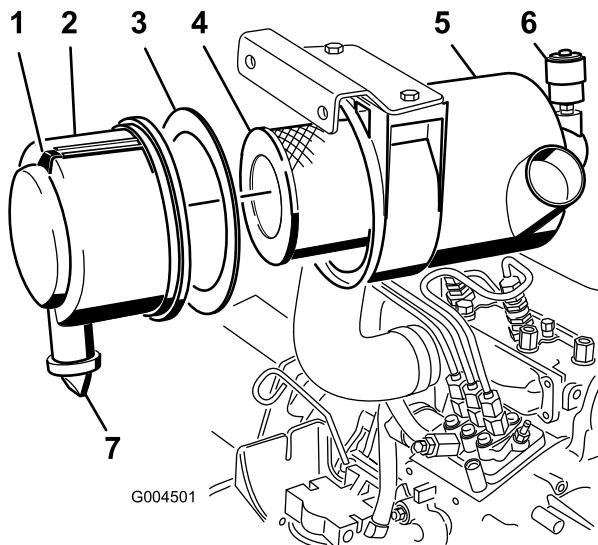

Figura 42
- Revise el filtro del limpiador de aire cuando el indicador del limpiador de aire se vea rojo (Figura 42) o cada 400 horas (más frecuentemente en condiciones extremas de polvo o suciedad). No limpie con demasiada frecuencia el filtro de aire.
1. Tire hacia fuera del enganche y gire la tapa del limpiador de aire en el sentido contrario a las agujas del reloj (Figura 42).
2. Retire la cubierta de la carcasa del limpiador de aire (Figura 42).
4. Retire y cambie el filtro primario (Figura 42).
6. Asegúrese de que la junta de gomaespuma está colocada en la tapa y que no está desgarrada ni dañada (Figura 42). Si está dañada, cámbiela.
A. Retire la válvula de salida de goma de la cubierta (Figura 42).
10. Reinicie el indicador (Figura 42) si se ve rojo.